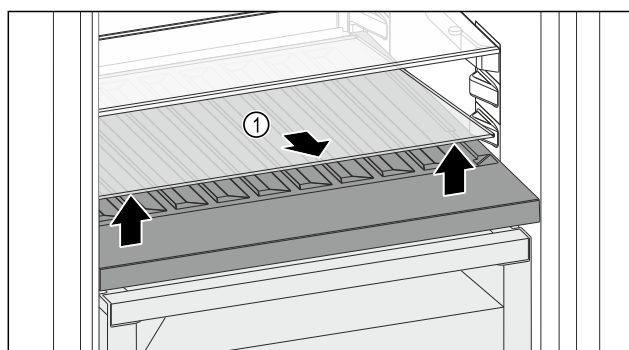

Fig. 110
- Ridicați în față și extrageți placa de sticlă Fig. 110 (1) din degajare.
- Păstrați placa de sticlă Fig. 110 (1) în siguranță în afara aparatului.